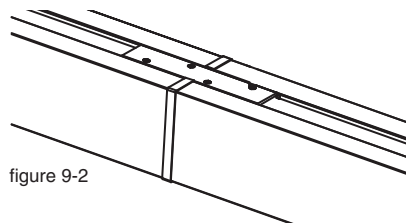

figure 9-2
- l. Faites glisser le support de connexion dans le premier luminaire, en laissant dépasser la moitié, puis connectez votre deuxième appareil en le faisant glisser dans la pièce de jonction et le support de connexion. **Fig 9-2.**